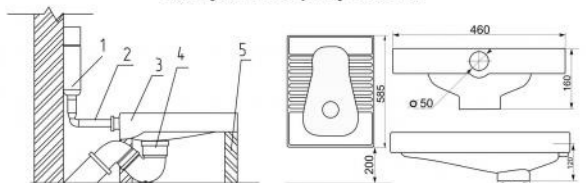

рис.9/pict.9/9-сур
3. Закрепите на выводной трубе унитаза колено /сифон (4-рис. 9) для соединения с канализацией.
4. Подсоедините подводящий патрубок к чаше (2 – рис.9).
6. Присоедините с помощью подводящего патрубка (2-рис. 9) смывной бачок (1–рис 9) к унитазу.